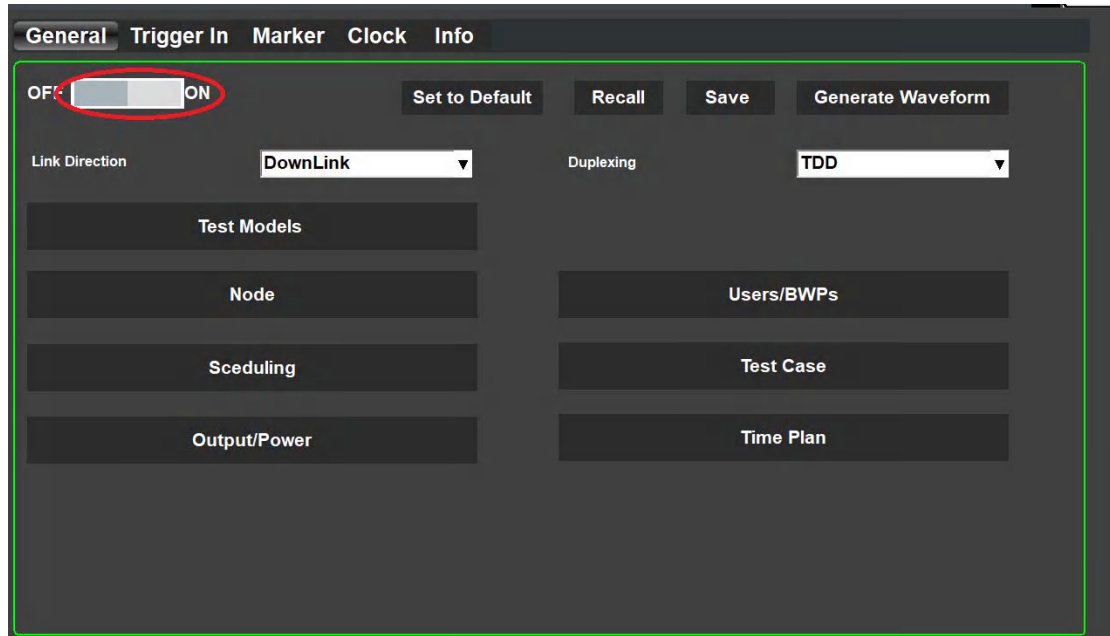

图 4.7 5G NR 信号生成开关按钮
- 在信号配置完成后，点击开关，生成相应信号，如图 4.7 所示；